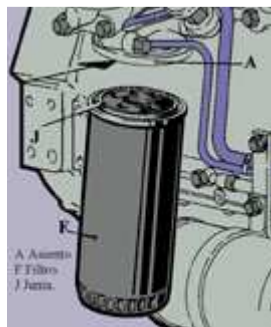

Fig. 25
• Cambio del filtro de aceite (fig. 25)